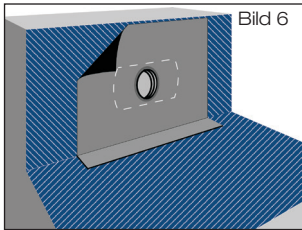

Bild 6
- 1.7 Bei bituminösen Dampfsperren sind Decke und Wand mit Bitumen-Voranstrich zu versehen (Bild 6 bzw. 6A). Hochpolymere Dampfsperren sind gemäß der Verlegevorschriften des Folienherstellers auf dem Untergrund zu fixieren.